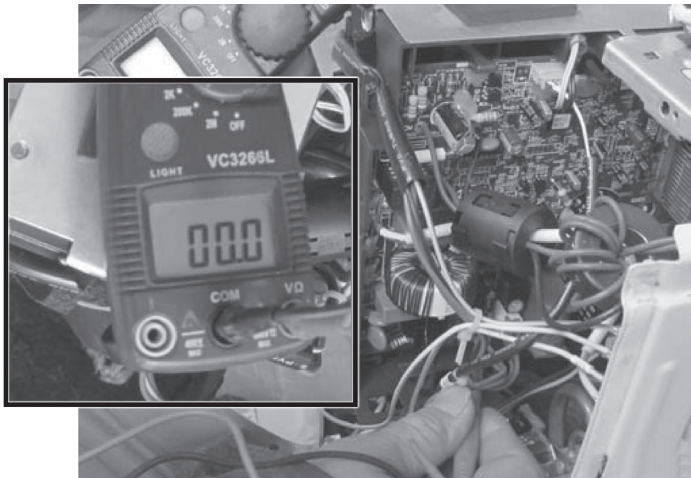

图 6-10 测量室外机主板风机插座
3) 用万用表交流电压档测量室外机主板风机插座, 结果为未向风机供电, 如图 6-10 所示。